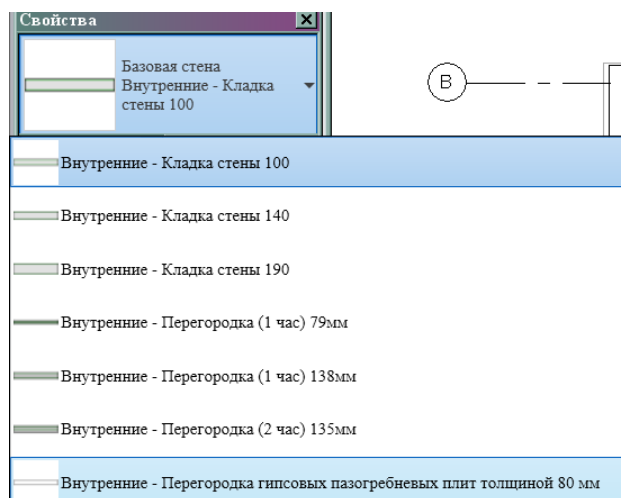

Рис.38
8. Для стен в ванной комнате выбрать **Базовая стена : Внутренние – Перегородка гипсовых пазогребневых плит толщиной 80 мм** (рис. 38).